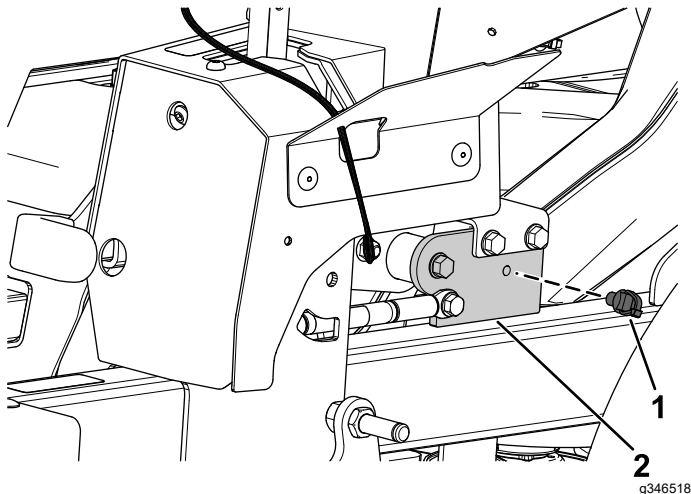

Bild 12
1. Montieren Sie die vordere Druckbefestigung in die Halterung des Feststellbremshebels (**Bild 12**).